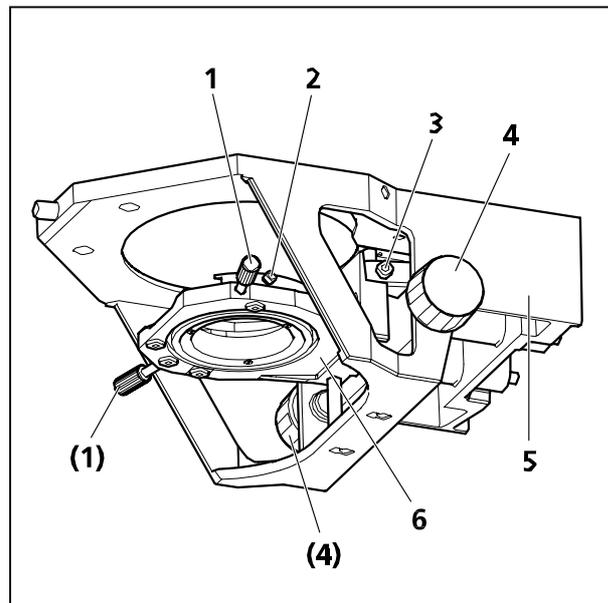

Fig. 4-2 Supporto condensatore
- 23 Supporto condensatore (si veda anche fig. 4-2)